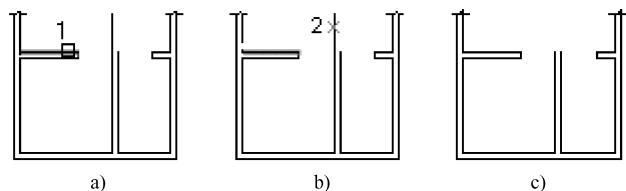

图 5-43 “延伸”修剪对象
- (4) 选择“边 (E)”选项时，可以选择对象的修剪方式。
- 延伸 (E)：延伸边界进行修剪。在此方式下，如果剪切边没有与要修剪的对象相交，系统会延伸剪切边直至与对象相交，然后再修剪，如图 5-43 所示。
- 不延伸 (N)：不延伸边界修剪对象，只修剪与剪切边相交的对象。
- (5) 被选择的对象可以互为边界和被修剪对象，此时系统会在选择的对象中自动判断边界。